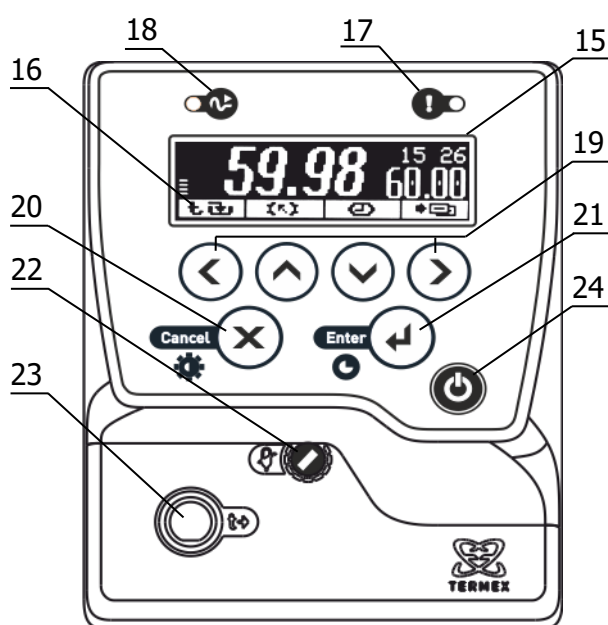

Рисунок 2 – Лицевая панель
Система безопасности блока регулирования отключает двигатель насоса и нагреватель при срабатывании хотя бы одной из защит или неисправности датчика температуры (1.2.13). При срабатывании системы безопасности раздается звуковой сигнал, загорается индикатор 17 (рисунок 2) и на дисплей 15 выводится информация о причине неисправности.
2.3.1 После подключения сетевого кабеля к электрической сети блок регулирования переходит в режим ожидания. Подключение сопровождается кратковременной подсветкой дисплея 15 (рисунок 2).
2.3.6 Для регулировки яркости подсветки или контраста дисплея нажать кнопку 20 (X), выбрать изменяемый параметр кнопками (▲) и (▼) и установить его значение кнопками (◀) и (▶). Зафиксировать изменение нажатием кнопки 21 (↔) (рисунок 2).
2.7.6 Для выбора уставки в качестве текущей кнопками (▲) и (▼) подвести к ней указатель. Значение отмеченной указателем уставки дублируется крупными цифрами в правой части дисплея. Для подтверждения выбора отмеченной уставки нажать кнопку 21 (◀). Для отмены выбора нажать кнопку 20 (✕) (рисунок 2).
2.7.7 Для изменения численного значения отмеченной указателем уставки нажать кнопку (▶). На рамке, обрамляющей значение уставки в правой части дисплея, появятся «засечки», указывающие на изменяемую позицию в численном значении. Цифра в отмеченной позиции мигает. Нажатиями кнопок (▲) и (▼) установить требуемую цифру в отмеченной позиции. Если удерживать кнопку нажатой, значение уставки будет изменяться непрерывно. Нажатиями кнопок (◀) и (▶) переместить отметку изменяемой позиции. Дискретность изменения значения уставки зависит от положения изменяемой позиции: если отмечена позиция десятков, то при единичном нажатии кнопки (▲) или (▼) значение уставки изменится на 10 °С. Если отмечена позиция десятых долей, то значение уставки изменится на 0.1 °С соответственно. Закончить ввод нового значения уставки нажатием кнопки 21 (◀). Для возврата к значению уставки до ее изменения нажать кнопку 20 (✕) (рисунок 2).
2.8.3 При срабатывании защиты раздается звуковой сигнал и загорается красный индикатор срабатывания системы безопасности 17 (рисунок 2). Работа насоса и нагревателя будет блокирована. На дисплее отобразится текущее состояние системы защит.